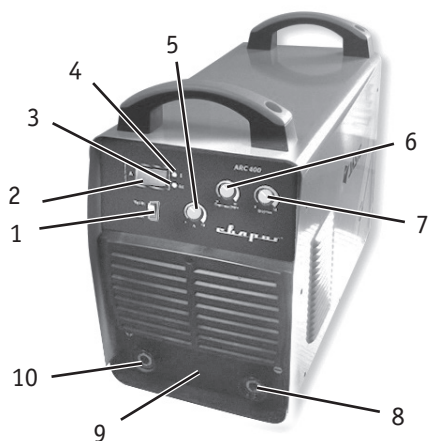

Рис. 1.1
2. Подсоедините сварочные кабели. На передней панели сварочного аппарата имеется две панельные розетки «+» и «-» (8 и 10) (**рис. 1.1**). Существует два способа подключения сварочных принадлежностей:
4. Установите способ сварки ММА с помощью регулятора (1) **(рис. 1.1.)**.
5. Установите требуемую величину сварочного тока с помощью регулятора (5) **(рис. 1.1)** Устанавливайте значения сварочного тока, в зависимости от диаметра электрода, типа материала, требований технологического процесса и нормативной документации
6. Установите значение «горячего старта» (6) **(рис. 1.1)**. Регулируя величину «горячего старта» добейте, чтобы зажигание дуги происходило легко, с одного касания, а электрод не прилипал к металлу.
7. Установите значение «форсажа дуги» (7) **(рис. 1.1)**. Регулятор форсажа дуги служит для облегчения процесса сварки, особенно при малых значениях сварочного тока, установите значение форсажа дуги в зависимости от конкретных условий сварки.
Аппараты данной серии предусматривают возможность подключения пульта дистанционного управления. При использовании пульта дистанционного управления, подключите кабель дистанционного управления в соответствующий разъем в нижней части передней панели сварочного аппарата (9) **(рис. 1.1)** и зафиксируйте его.
1. Выберите режим TIG на передней панели аппарата. (1) **(рис. 1.1)**.
2. Вставьте разъем горелки со специальным силовым наконечником с подводом газа в соответствующий разъем со знаком «-» (8) **(рис. 1.1)** на панели аппарата, поверните его до упора по часовой стрелке, плотно зафиксируйте.
3. Вставьте обратный кабель в гнездо, помеченное знаком «+» (10) **(рис. 1.1)** на передней панели, закрутите ее по часовой стрелке. Закрепите заземляющий зажим на заготовке.